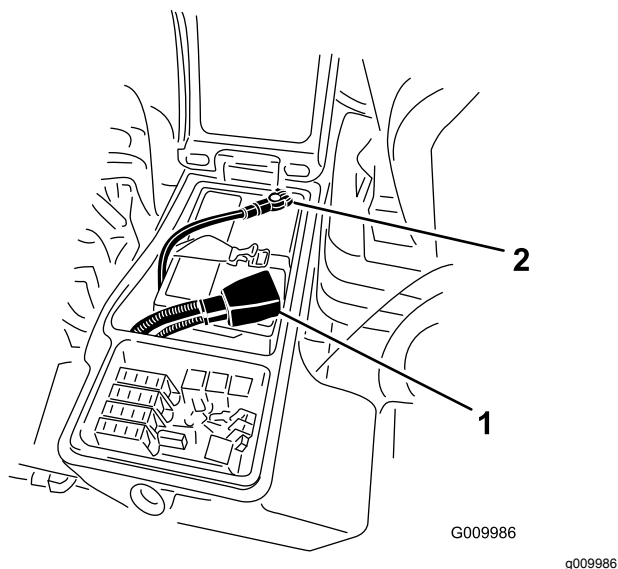

Bild 38
4. Klemmen Sie das Pluskabel (Rot) am Pluspol (+) der Batterie und das Minuskabel (Schwarz) am Minuspol (-) der Batterie an (Bild 38). Befestigen Sie die Kabel mit Kopschrauben und Muttern an den Polen. Stellen Sie sicher, dass die Plusklemme (+) vollständig auf den Pluspol aufgezogen und das Kabel fest an die Batterie angeklemt ist. Das Kabel darf die Batterieabdeckung nicht berühren. Ziehen Sie den Gummischuh über den Pluspol, um Kurzschlüssen vorzubeugen.